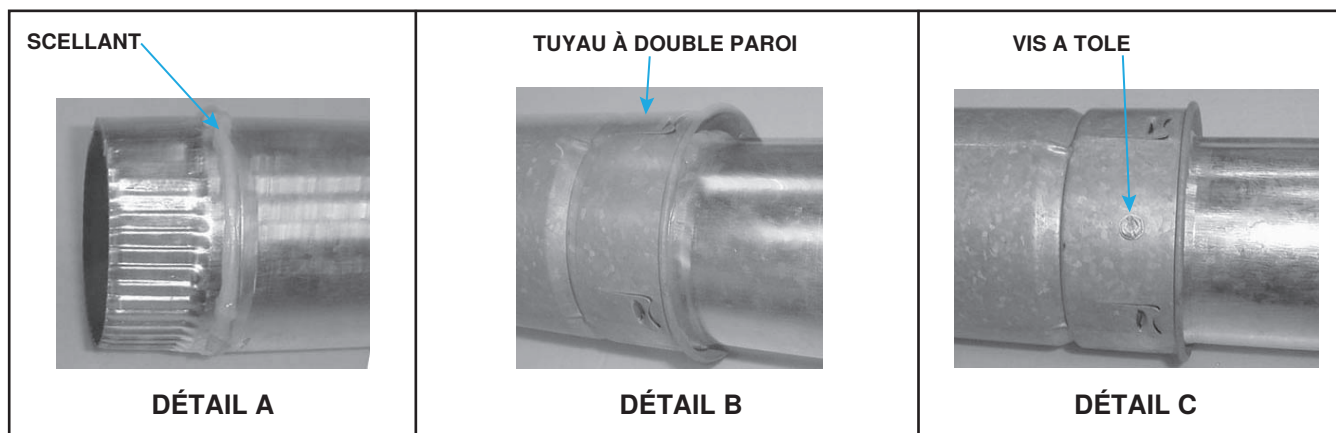

Figure 9. Raccordement d'un tuyau à double paroi (type B) à un tuyau d'évent à paroi simple ou de catégorie III
- a. Appliquez un cordon de silicone de 1/4 pouce (6.35 mm) sur la circonférence du tuyau à simple paroi ou du tuyau de catégorie III (voir Figure 9, DÉTAIL A).
- b. Effectuez l'étape 2 immédiatement après l'étape 1. Insérez le tuyau à simple paroi avec silicone dans la paroi intérieure du tuyau à double paroi de manière que le cordon de silicone soit en contact avec la paroi intérieure et scelle le joint (voir Figure 9, DÉTAIL B).
- c. Percez trois petits trous à intervalles égaux autour du tuyau à double paroi, au-dessous de l'anneau de scellant. Fixez le joint au moyen de vis à tôle de 3/4 pouce (19.05 mm) de longueur. Ne serrez pas les vis plus qu'il ne faut (voir Figure 9, DÉTAIL C).
- Pour sceller le joint entre les sections terminales à double paroi et une paroi simple ou un conduit d'évacuation de catégorie III** : suivez les directives pas-à-pas de la Figure 9. Le raccordement doit être à 6 pouces (152 mm) ou moins du boîtier adaptateur concentrique.